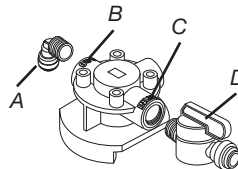

Figure 2
3. Vissez la soupape d'arrêt mâle de 0,64 cm dans le port entrant de l'assemblage de la tête (voir Figure 2). Serrez à la main.
Vissez le raccord à pression mâle de 0,64 cm avec le contrôle de débit au port sortant (voir Figure 2). Si nécessaire, utilisez une clé ajustable pour aider au serrage du raccord. **REMARQUE :** Le port sortant est marqué "1."